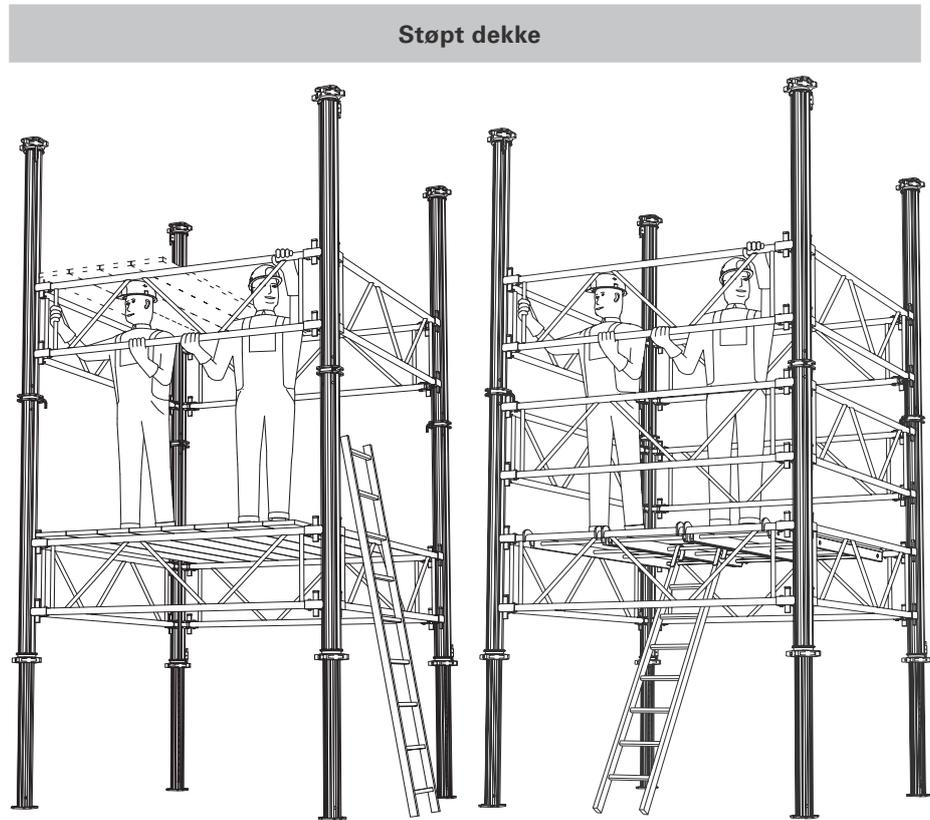

Fig. 41a
3. Tårnet demonteres ovenfra og ned. Horisontale monteringsforbindelser løses først når stabiliteten er sikret. (Fig. 41a)